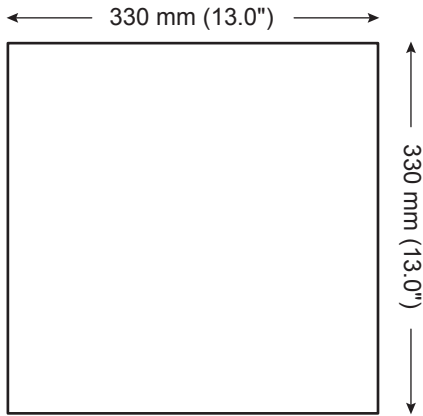

Fig. 12. PCI 45DC Cutout Dimensions
2. 小心地在所需位置划出一个正方形, 并小心切出石膏板/石膏板上的一个孔。清除孔中的所有灰尘和碎屑 (图 12)。